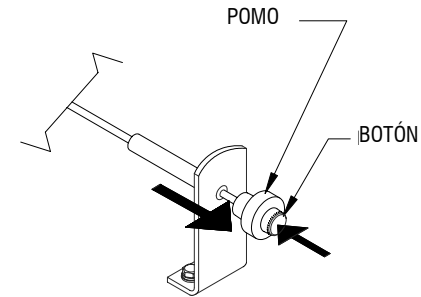

FIGURA 2-11: SOLTAR LA PLATAFORMA DE LA CAJA
- 2) Consulte la **Figura 2-11**. Suelte la plataforma de la caja pulsando el botón de liberación y, a continuación, tire del pomo unos 5 centímetros aproximadamente. Suelte el botón mientras mantiene la palanca hacia afuera.